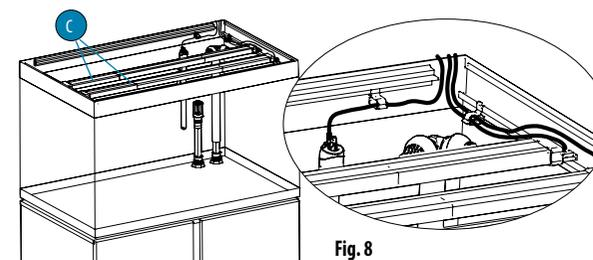

Fig. 8
- Coloca con cuidado la tira de luz LED (C) sobre el corredor del marco superior en su posición final.
- Saque los cables de la hilera de LED fuera del tanque (Fig. 8).